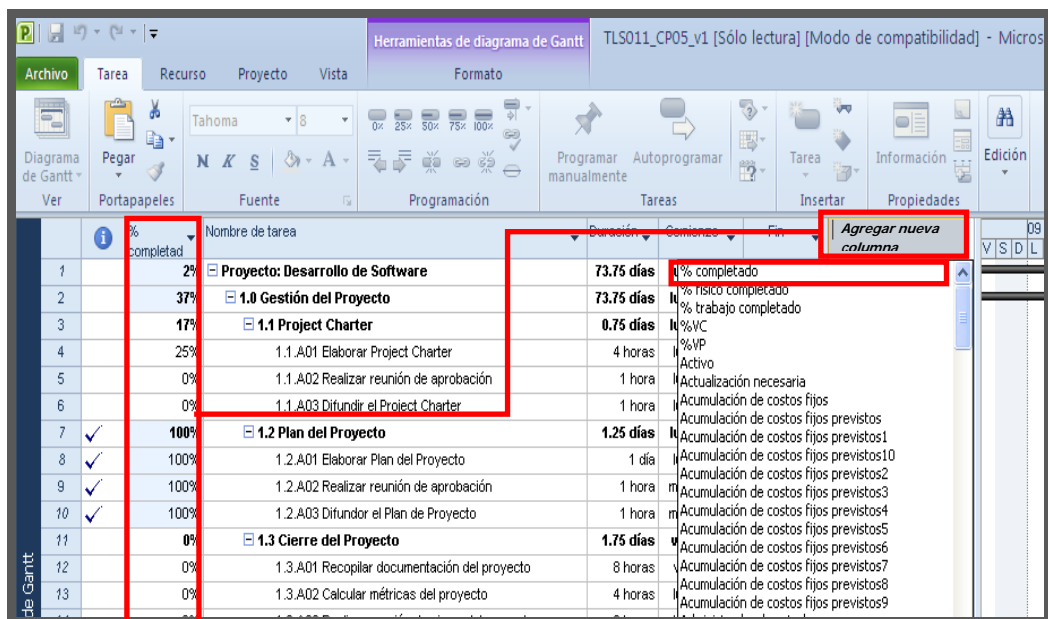

FIGURA 22: Adicionando la columna Porcentaje completado a una vista
1. Dentro del Diagrama de Gantt o cualquier otra vista y en la tabla de “Entrada” » haga clic en “Agregar nueva Columna” » elegir “% Completado” (Figura 22).